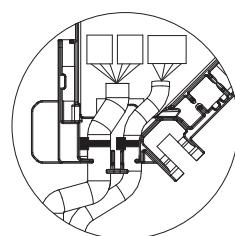

Fig. 10-15
- Sørg for at båndet fester i-see-Sensoren og signalmottaker koblingsledningene er plassert inne i koblingsboksen. (Fig. 10-15)